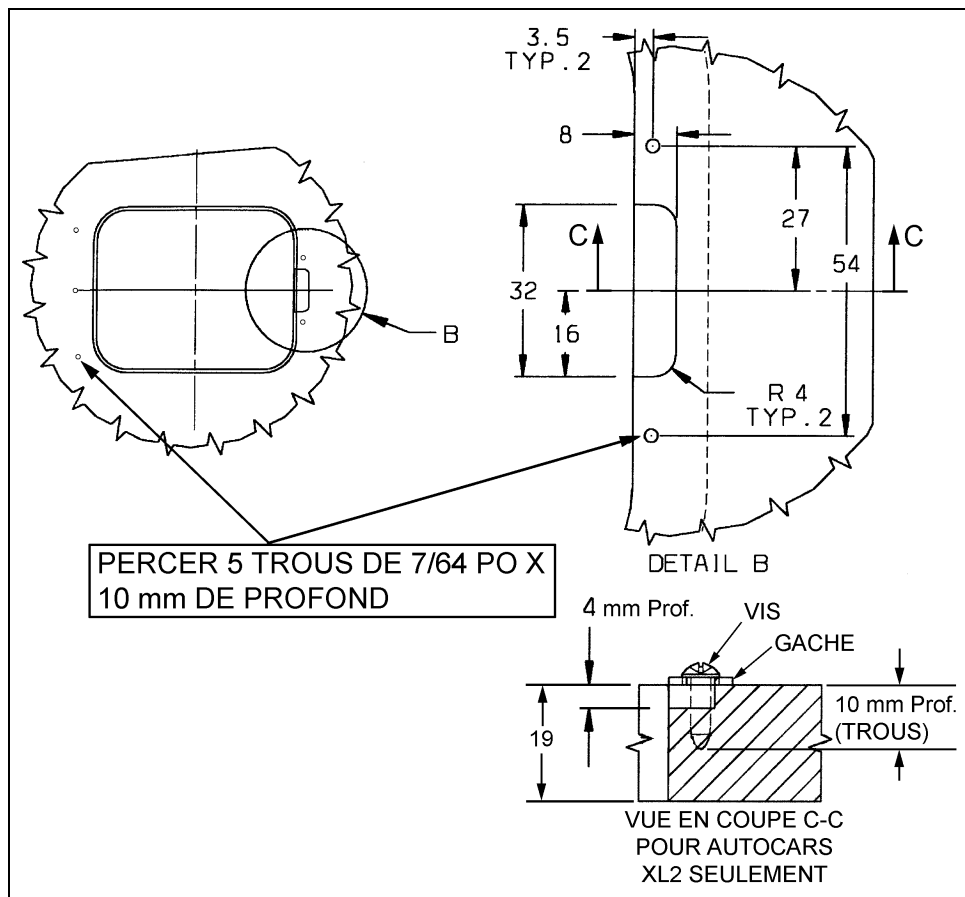

FIGURE 3
3. Effectuer une découpe dans le panneau à la droite de l'ouverture puis percer les 5 trous de 7/64 po selon les dimensions indiquées à la figure 3. Remarquer que le mur du cabinet d'aisances sur un autocar H3 est fait de fibre de verre de ¼ po d'épaisseur alors que le mur d'un autocar XL2 est fait de contreplaqué de ¾ po.